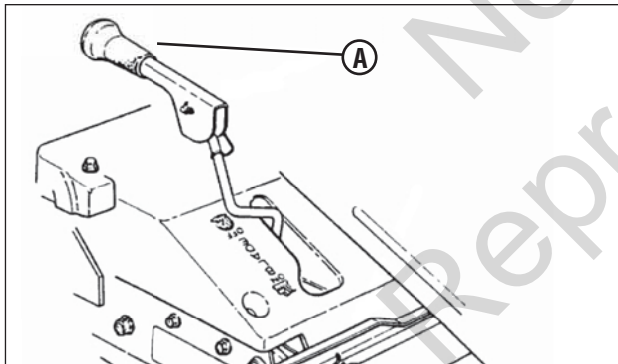

Figura 4: Alavanca da lâmina (na posição “Desligada”)
3. Certifique-se de que a Alavanca da Lâmina (A, Figura 4) esteja na posição “DESLIGADA”.
- Certifique-se de que a Alavanca da Lâmina (A, Figura 4) esteja na posição “DESLIGADA”.